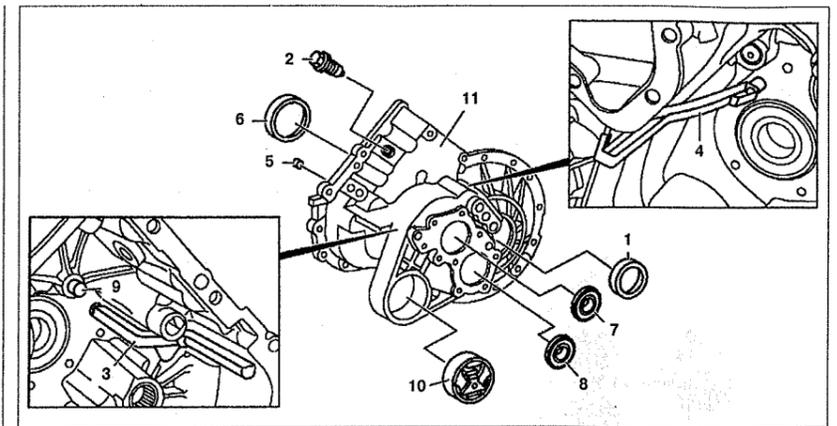

Рис. 6.23. Корпус коробки передач (автомобили с двигателями 611.980):
13. Снимите вращающийся сальник 1 (см.рис.6.23).